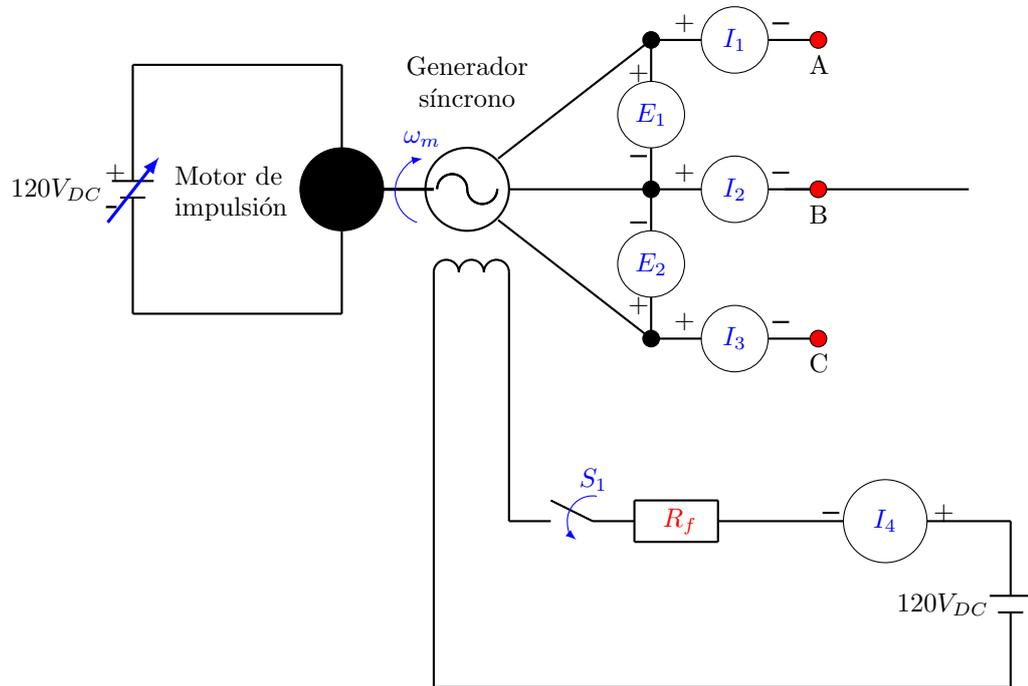

Figura 33: Representación del circuito en la máquina síncrona para factor de potencia cero.
- Con el circuito usado para el ensayo en vacío monte un motor de inducción (jaula de ardilla) como carga, como se muestra en la figura 33.